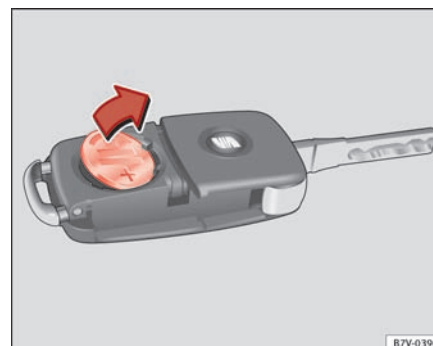

Fig. 44 Bilnøgle: Sådan tages batteriet ud.
- Vip batteriet ud af batterirummet med en egnet, tynd genstand ⇒ Fig. 44.
- Sæt et nyt batteri i som vist på billedet ⇒ Fig. 44, og tryk det ind i batterirummet mod pilens retning ⇒ ❷.